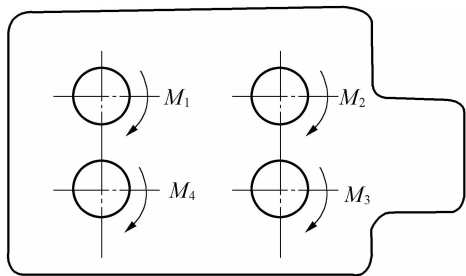

图 1-1-25 汽缸盖
**【例 1-4】** 要在汽车发动机汽缸盖上钻四个相同直径的孔，如图 1-1-25 所示。估计钻每个孔的切削力偶矩为  $M_1 = M_2 = M_3 = M_4 = -15 \text{ N} \cdot \text{m}$ 。若用多轴钻床同时钻这四个孔时，工件受到的总切削力偶矩有多大？